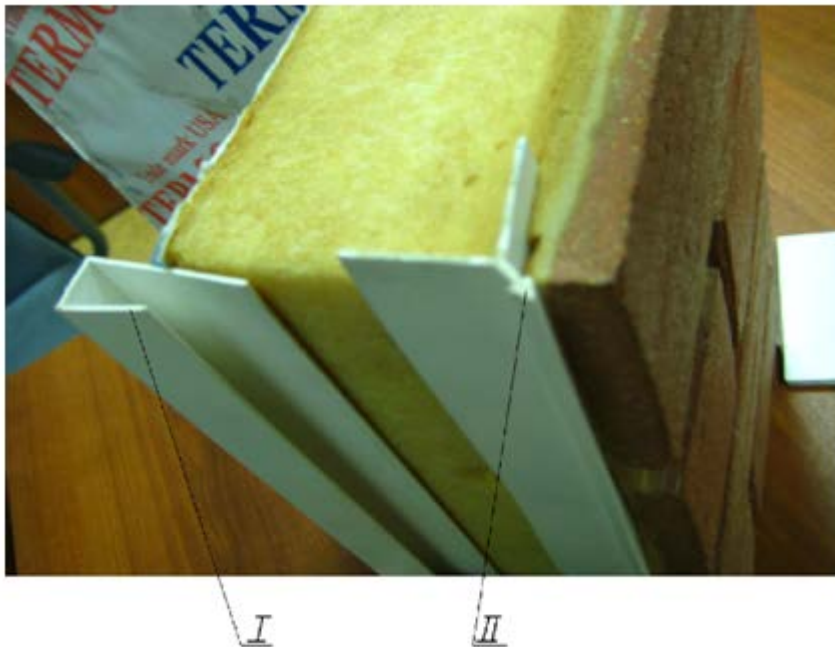

Рис.4.12. Установка конечного и D профилей.
- установка профиля D в панель (рис. 4.12, где I — конечный профиль, II-профиль D);